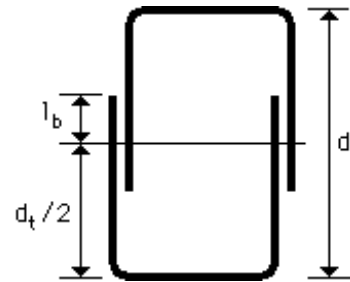

fig. 15.5/5
Pour l'étrier représenté à la fig. 15.5/4, la longueur des deux crochets est déterminée par la formule susmentionnée (1), mais cette fois-ci avec les valeurs de l_1 répertoriées au tableau 15.5/3.